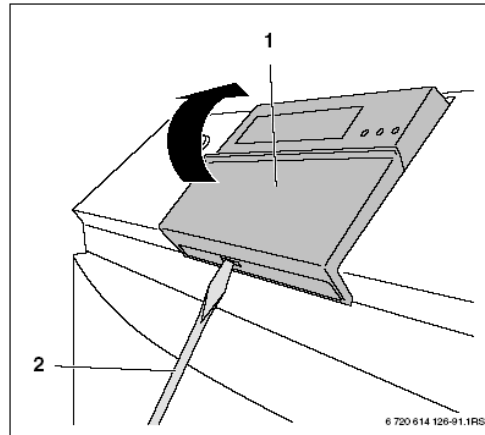

Figura 6 – Detașarea panoului de comandă
- ▶ Se introduce o mică șurubelniță în orificiul de deblocare de pe partea frontală a panoului de comandă (→ figura 6).